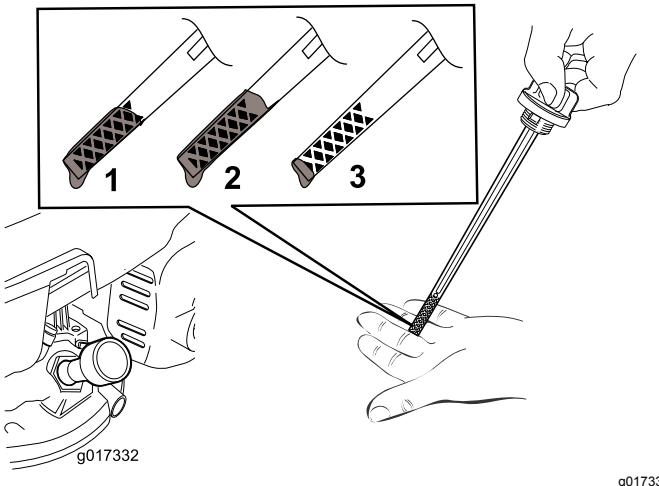

Figura 7
2. Retire a vareta do óleo (Figura 7).
Nota: Encha o cárter do motor com óleo até a vareta indicar que o nível de óleo do motor está correto, como indicado em **Figura 7**. Se encher demasiado o motor com óleo, retire o óleo em excesso, tal como indicado em Mudar o óleo do Motor.